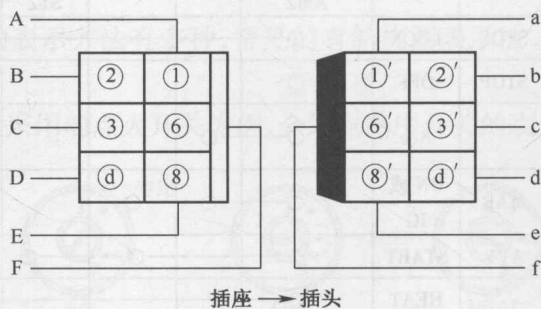

图 1.16 插接器的连接方法
插接器接合时,应把插接器的导向槽重叠在一起,使插头和插孔对准,然后平行插入,即可十分牢固地连接在一起。插接器连接后,其导线的连接如图 1.16 所示。例如 A 线的插孔①与 a 线的插头①'是相配合的,其余以此类推。